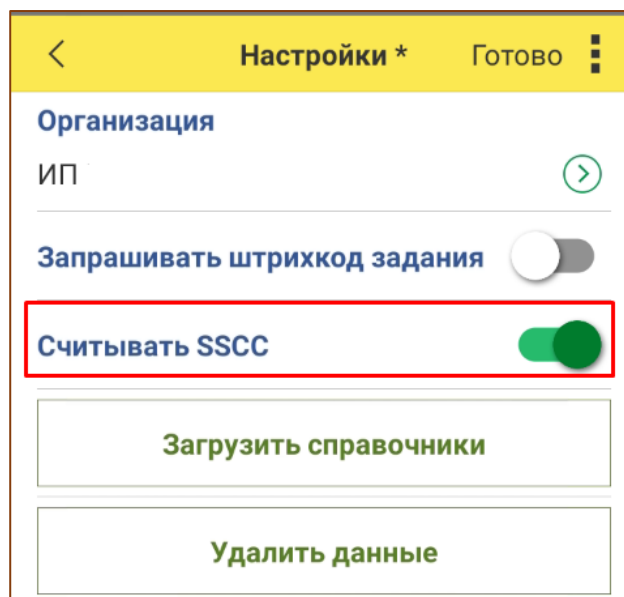
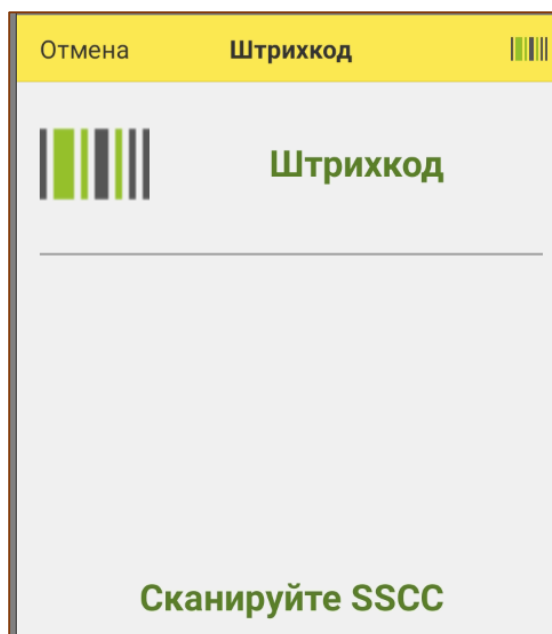

Рис. 6.11 – Считывать SSCC
Рис. 6.12 – Сканируйте SSCC
- При активной опции «Считывать SSCC» в настройках, если выбрано создание документа Маркировка Online с упаковкой, для сборки агрегата необходимо сначала отсканировать код упаковки (Рис. 6.11, Рис. 6.12).